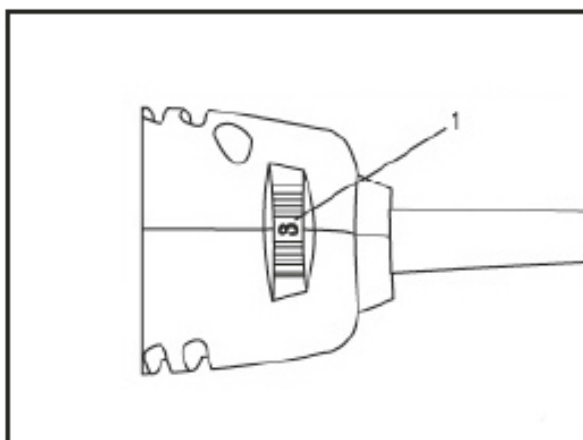

Fig. 6
Viteza acestui aparat se poate ajusta astfel încât să funcționeze la viteze care variază între 10000-18000rpm prin rotirea roțiței de control al vitezei (1) localizată în partea din spate a carcasei aparatului (Fig. 6)
3. Setati roata de control al vitezei între 4 și MAX așa cum este prezentat în Fig. 6